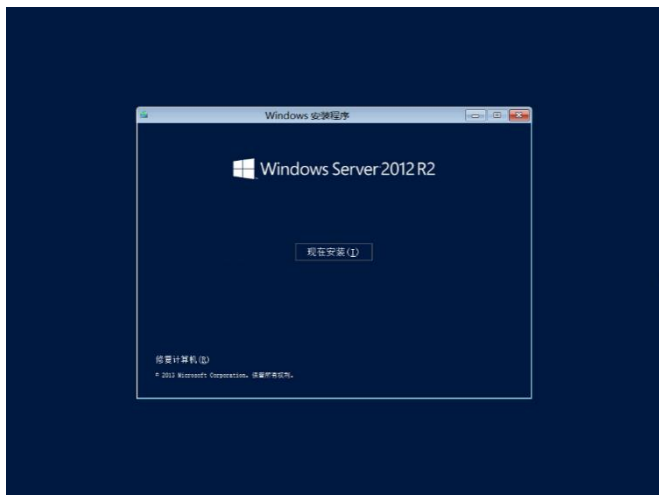

图 6-23
- e. 设置完成后, 单击下一步按钮, 进入 Windows 安装界面。如图 6-23 所示。